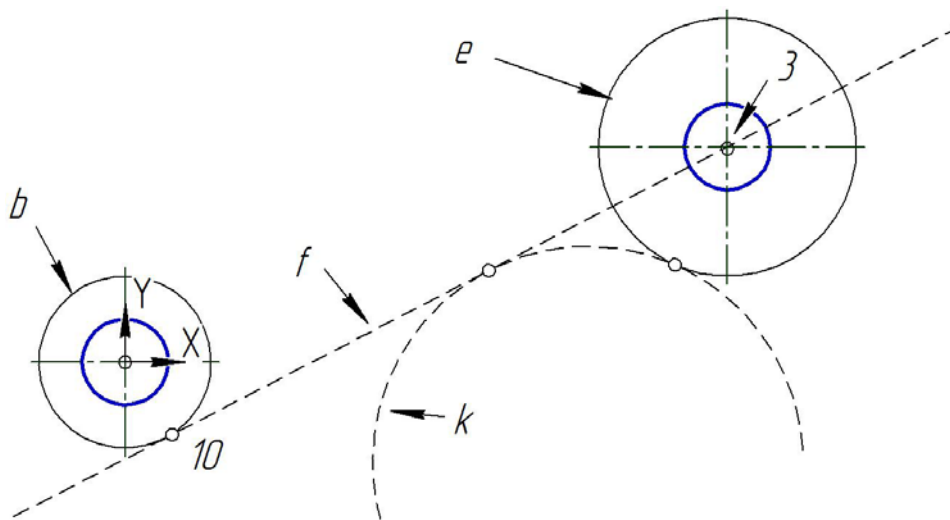

Рис. 1.38. Построение вспомогательной прямой, касательной к окружности, проходящей через внешнюю точку, и плавного перехода прямой в дугу окружности
2. Постройте касательную прямую  $g$  к двум окружностям  $c$  и  $e$  (рис. 1.38).